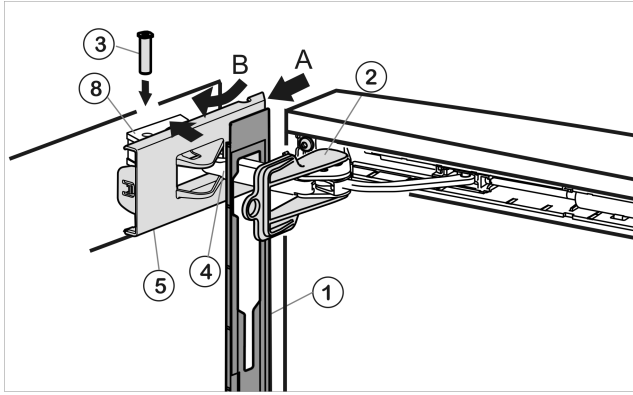

Fig. 59
- Suspenda el panel *Fig. 59 (1)* en el estribo del amortiguador *Fig. 59 (4)*, de modo que los ganchos de retención estén orientados hacia dentro y el lado delantero esté orientado hacia al aparato.
- Desplace la cubierta *Fig. 59 (5)* desde la parte exterior (A) y vírela a través de la pieza de cojinete *Fig. 59 (8)* (B).
- Coloque la cubierta *Fig. 59 (5)* y encájela hasta el primer enganche.
- Acerque el estribo del amortiguador *Fig. 59 (4)* a la pieza de cojinete e introduzca el perno *Fig. 59 (3)* desde arriba, de modo que el cuadrado esté en la parte hundida.
- Encaje ahora la cubierta *Fig. 59 (5)* por completo en la pieza de cojinete *Fig. 59 (8)*.
- Retire el seguro *Fig. 59 (2)* girándolo.
- Encaje el panel *Fig. 59 (1)* en la puerta.